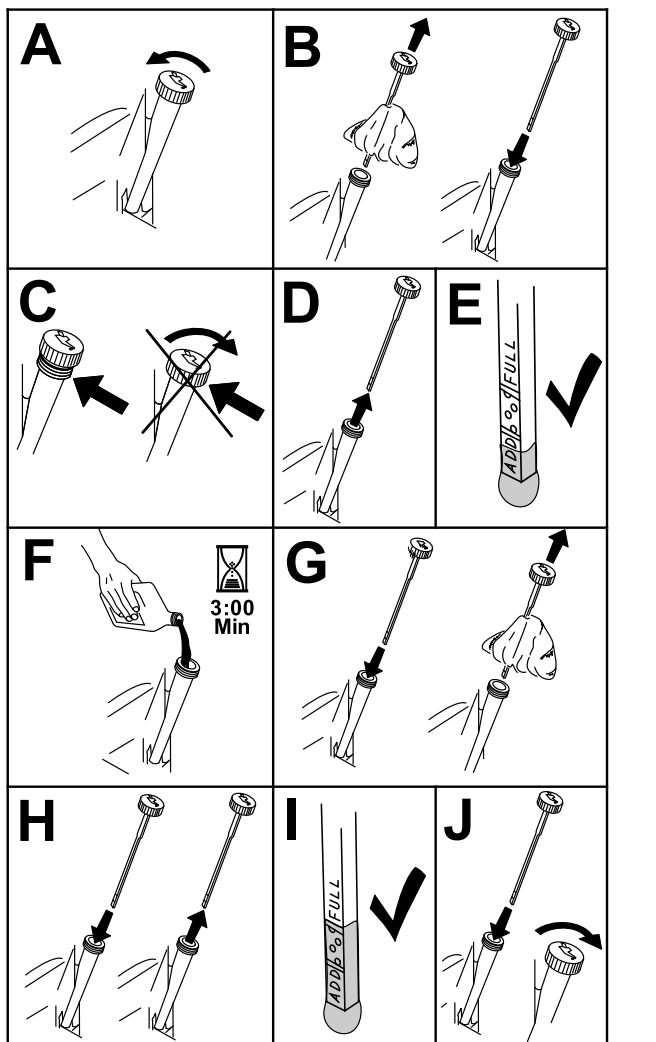

Figura 61
- Per evitare morchia, residui d'erba, ecc. nel motore, pulite l'area attorno al tappo e all'asta di livello dell'olio prima della rimozione (Figura 61).